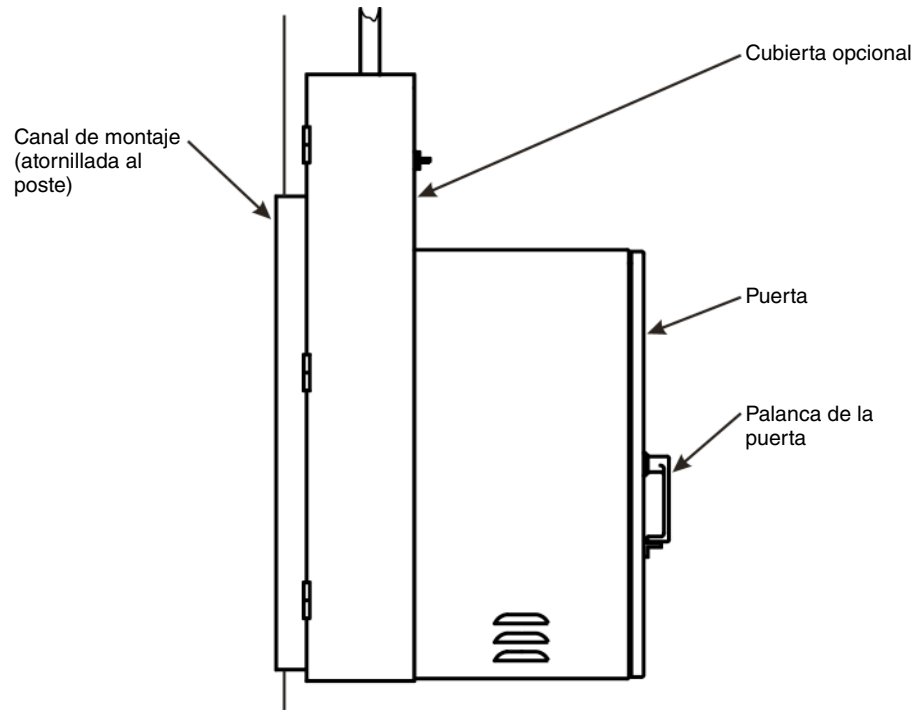
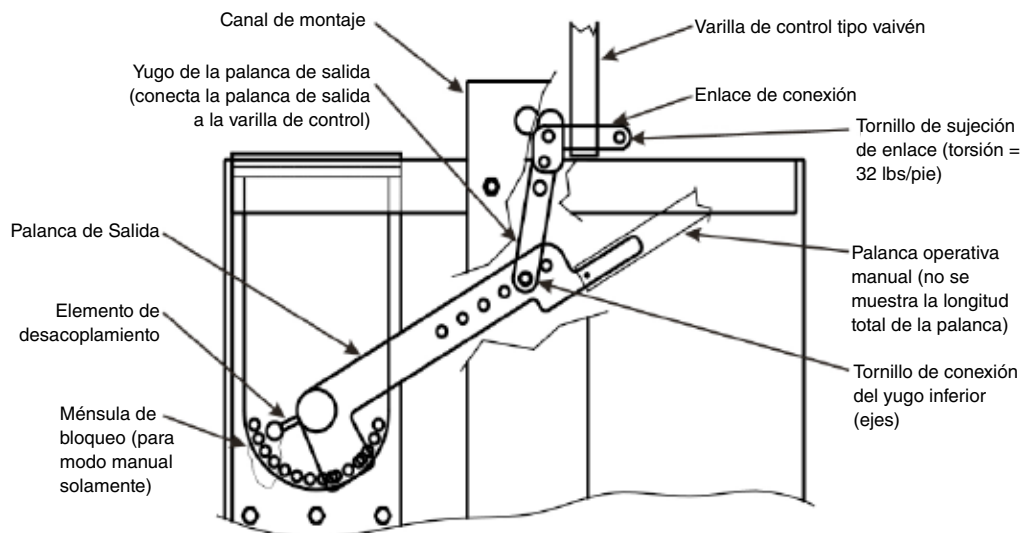

Figura 15.
Figura 16.
- a** Abra la cubierta protectora del mecanismo operativo, en caso de estar instalada (ver *Figura 15*). Enganche la palanca de operación manual (ver *Figura 16*) y gire la palanca de salida hacia arriba hasta que el interruptor esté bien cerrado. Esto debe requerir un movimiento de la palanca de salida de aproximadamente 90 grados, moviéndola de 45 a 50 grados debajo de la posición horizontal hasta aproximadamente 45 grados por encima de la posición horizontal. La palanca operativa del interruptor en la parte superior de la varilla de control debe moverse en paralelo con la palanca de salida del Moto-Operador.